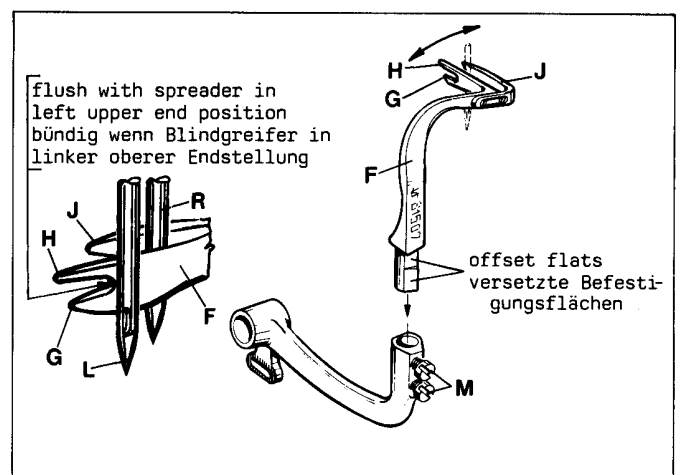
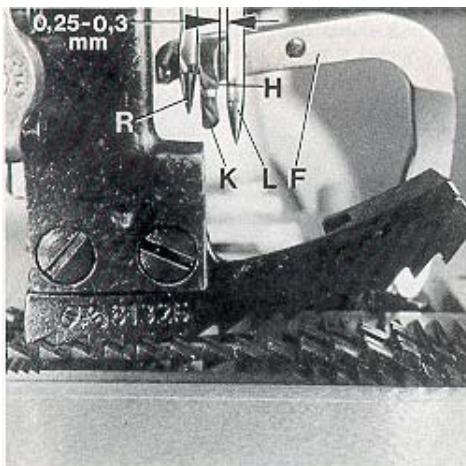

Fig.6
Fig.7
Before inserting a new spreader (F, Fig. 6) remove thread hook (J). This facilitates the visual check of the adjustment.
For adjustment of spreader (F, Figs. 6 and 7) with respect to the needles (L and R), the shank of spreader (F) has two offset flats.
First snug one screw (M, Fig. 6) on the flat of the spreader shank which obtains the following position of the spreader: When rotating the handwheel in operating direction spreader (F, Fig. 7) should pass with the tip of its upper prong (H) in a distance of 0.25 to 0.3 mm (.010 to .012") behind the left needle (L) and its face (K) should not contact the front of the right needle (R). Now tighten the second screw (M, Fig. 6).
In the extreme left upper end position of spreader (F, Fig. 6), the bottom of the cutout between the two looper prongs (G and H) should be flush with the left side of the left needle (L).
Remount thread hook (J, Fig. 6) on spreader (F).
Antes de colocar el nuevo spreader (F, Fig. 6) retire el gancho retenedor del hilo (J). Esto permite visualizar mejor el ajuste.
Para ajustar el spreader superior (F, Figs. 6 y 7) con respecto a las agujas (L y R) el cuello del spreader (F) tiene dos superficies planas.
Primero acomode un tornillo (M, Fig. 6) contra la parte plana del cuello del spreader, con lo cual se alcanzará la siguiente posición del spreader: Cuando se gire el volante en dirección de costura, el spreader (F, Fig. 7) debe pasar con la punta de su tenaza (H) a una distancia de 0.25 a 0.3 mm por detrás de la aguja izquierda (L) y su cara (K) no debe tocar el frente de la aguja derecha (R). Apriete el segundo tornillo (M, Fig. 6).
En la extrema posición superior izquierda del spreader (F, Fig. 6) la parte inferior del corte entre las tenazas del looper (G y H) debe estar al nivel del lado derecho de la aguja izquierda (L).
Monte de nuevo el gancho retenedor del hilo (J, Fig. 6) en el spreader (F).